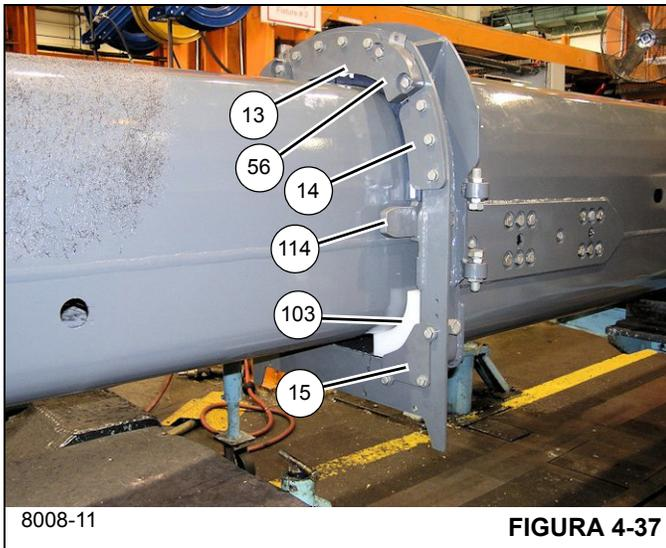

FIGURA 4-37
- 36. Inserte la sección telescópica 4 (5) tres cuartos de la distancia dentro de la sección telescópica 3 (4).
- 37. Instale la placa antirrodaje (114) en el interior de la sección telescópica 3 (4) utilizando los dos pernos (105) (lados izquierdo y derecho) (vea la Figura 4-37).
38. Utilice una eslinga y un elevador adecuados y eleve levemente la parte delantera de la sección telescópica 4 (5) para que se puedan instalar las almohadillas de desgaste en la parte delantera de la sección telescópica 3 (4).
39. Instale la almohadilla de desgaste superior (103) en la parte delantera de la sección telescópica 3 (4) utilizando los dos pernos (27) y las tuercas (28) (lados izquierdo y derecho); compruebe que la parte delgada de la almohadilla de desgaste superior (103) esté orientada hacia el lado de la sección telescópica 3 (4) (vea la Figura 4-37).
40. Instale la placa retenedora (15) en la parte delantera de la sección telescópica 3 (4) utilizando los tres pernos (19), las seis arandelas planas (16), las tres arandelas de seguridad (17) y las tres tuercas (18) (lados izquierdo y derecho) (vea la Figura 4-37).
41. Baje la sección telescópica 4 (5) sobre las almohadillas de desgaste instaladas recientemente (103).
42. Instale los suplementos (100) y las almohadillas de desgaste inferiores delanteras (101, 102) en la parte inferior de la sección telescópica 3 (4).
43. Instale las placas retenedoras izquierda, derecha e inferior (2x-14, 13) en la parte delantera de la sección telescópica 3 (4) utilizando los pernos (19), las arandelas planas (16), las arandelas de seguridad (17) y las tuercas (18) (vea la Figura 4-37).
44. Instale el bloque de tope (56) en la parte delantera de la sección telescópica 3 (4) utilizando los dos pernos (58), las cuatro arandelas (16), las dos arandelas de seguridad (17) y las dos tuercas (18) (lados izquierdo y derecho) (vea la Figura 4-37).